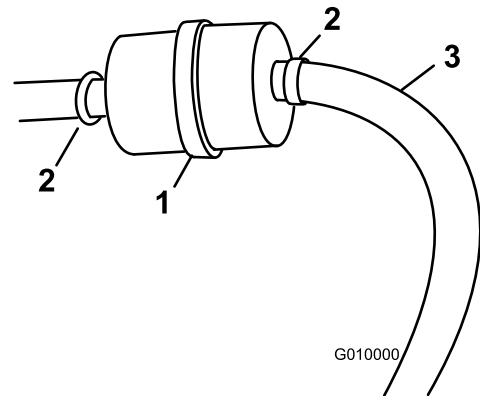

図 52
3. 古いフィルタのクランプをゆるめてフィルタから外して脇に寄せる (図 52)。
5. 新しいフィルタをホースに取り付け、クランプで固定する (図 52)。
3. 燃料フィルタについているクランプをゆるめ、フィルタからずらす (図 52)。
4. 燃料フィルタから燃料ホースを抜き取る (図 52)。
注 落ちてくるガソリンをガソリン容器または廃油受けに受ける (図 52)。
5. フィルタに燃料ホースをつなぎ、クランプで固定する (図 52)。